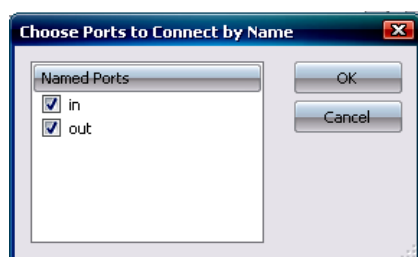

Рис. 1.44
- Нажмите кнопку **Named Ports** (Имена портов). Откроется окно **Choose Ports to Connect by Name** (Имена портов для соединения), которое содержит список имён портов, имеющихся в схеме (рис. 1.44). Отметьте нужные имена портов и нажмите **OK**.